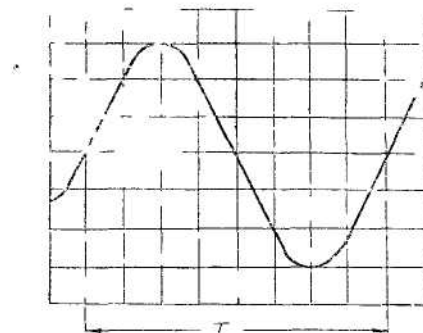

Рисунок 5 – Измерение длительности и частоты
Расстояние между измеренными точками составляет 8 делений (рисунок 5), переключатель «ВРЕМЯ/ДЕЛ.» установлен в положение «0,2ms», а переключатель «x1, x0,2» установлен в положение «x1». Длительность сигнала будет $0,2\text{ms} \times 8 \times 1 = 1,6\text{ms}$.
- измерьте длительность времени одного периода сигнала, как описано в (рисунок 5);